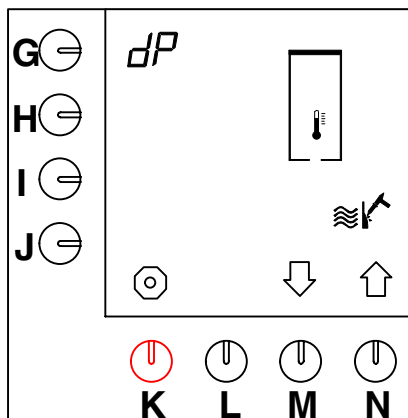

Abb. 21 Starten des Entkalkungsprogramms für das Heißwassersystem
- Drücken Sie so lange auf die Programmierertaste (G.), bis Abb. 21 wieder im Display erscheint.
- Jetzt erscheint das Entkalkungsprogramm im Display (Abb.21).